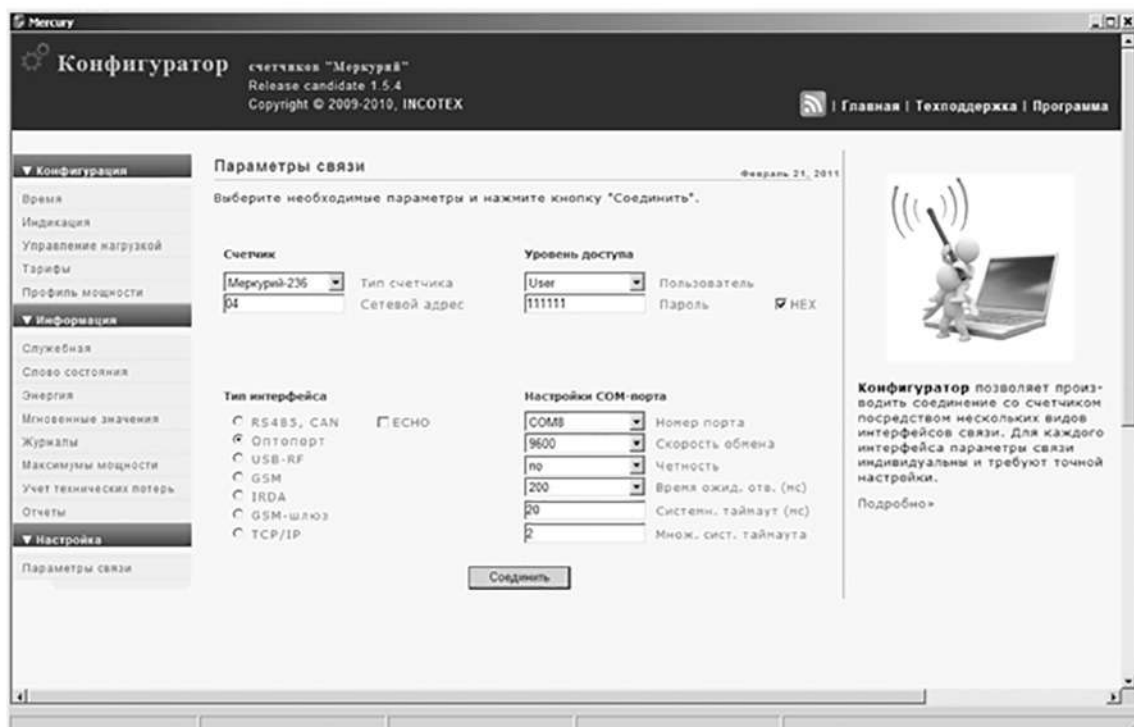

Рис. 15
5.2.2.1 Открыть вкладку «Параметры связи». На экране должно появиться окно, изображённое на рис. 15.